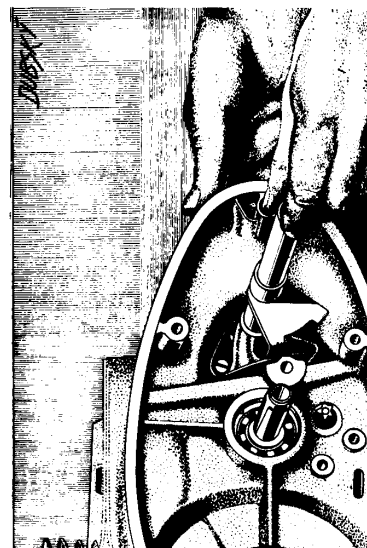

Bild 41-9. Montering av växlingsaxeln med verktyg S-49.
10. Montera växelspaksystemets växlingsspärrhake med verktyget S-49 (bild 41-9).